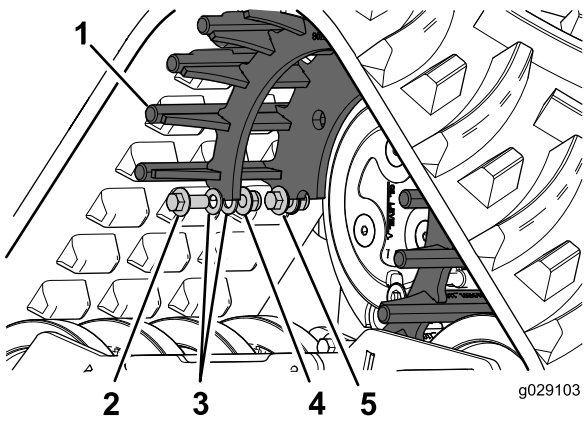

Figura 19
- Asegure los dientes de engranaje con 6 juegos de sujetadores que constan de un perno (16 x 40 mm), 2 arandelas y una tuerca hexagonal (16 mm) cada uno (Figura 19).